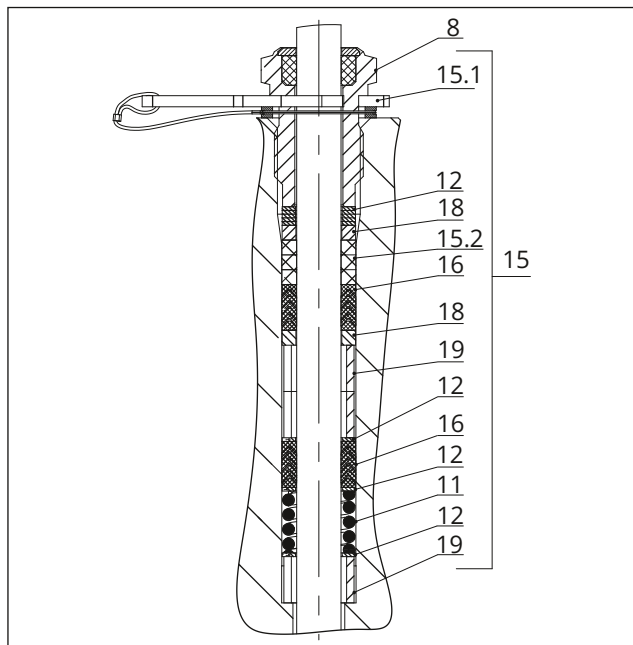

Bild 26: Stopfbuchspannung ADSEAL: DN 15...40/NPS 1/2...1 1/2
2. Stopfbuchsteile mit einem geeigneten Werkzeug vorsichtig über die Kegelstange in den Packungsraum einschieben. Korrekte Anordnung beachten, vgl. Bild 26 bzw. Bild 27.
4. Rote Distanzscheibe (15.1) zwischen Gewindebuchse (8) und Haltering einfügen, vgl. Bild 26 bzw. Bild 27.
2. Stopfbuchsteile mit einem geeigneten Werkzeug vorsichtig über die Kegelstange in den Packungsraum einschieben. Korrekte Anordnung beachten, vgl. Bild 26 oder Bild 27.
4. Rote Distanzscheibe (15.1) zwischen Gewindebuchse (8) und Haltering einfügen, vgl. Bild 26 oder Bild 27.